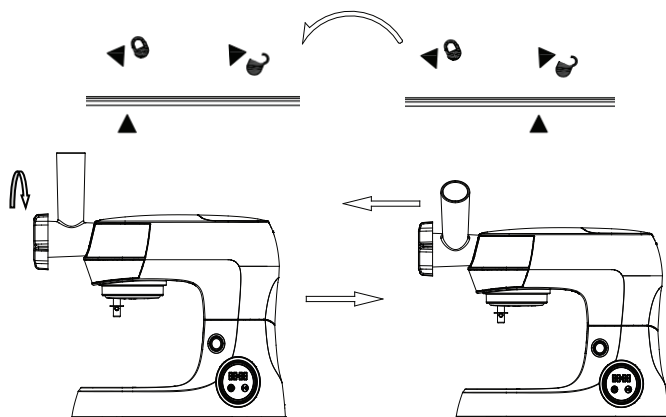

Рисунок 5
8. Чтобы отсоединить мясорубку, поверните ее корпус так, чтобы стрелка совпала с кругом в месте открытого замка, а затем снимите, потянув в сторону. (см. рис. 5).